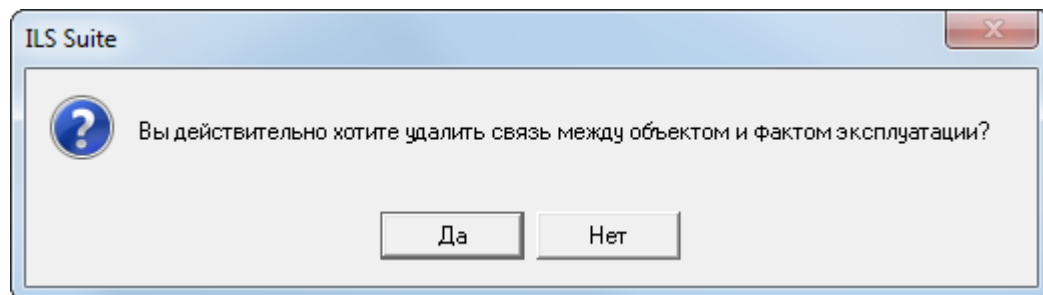

Рис. 28-19 – Диалоговое окно
- 5) В открывшемся диалоговом окне нажать «Да» для подтверждения действия (рис. 28-19).